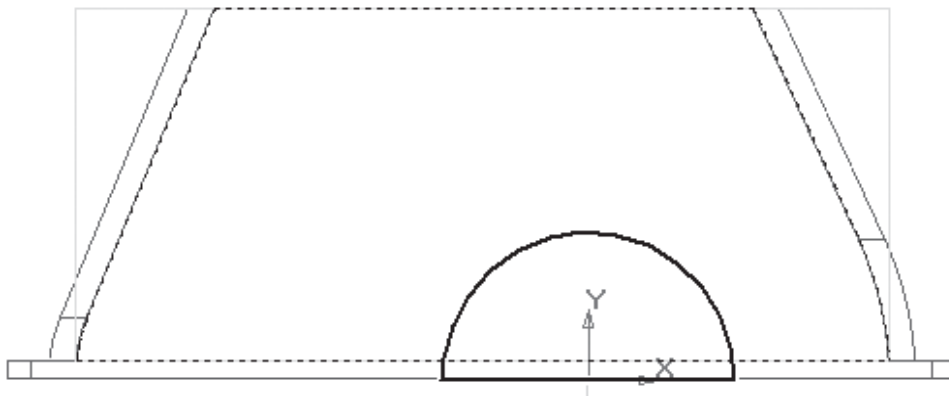

Рисунок 6.6 – Ескіз формування кришки
10. Наступним кроком в побудові моделі корпусу буде створення місць кріплення кришок підшипників. Відстань від зовнішньої поверхні бічної стінки редуктора до опорної поверхні, на яку лягає торець кришки підшипника, складає 40 мм. Створіть площину, зміщену назовні від корпусу редуктора, віддалену на 40 мм від зовнішньої поверхні корпусу. Створіть на цій площині ескіз, що складається з півкола радіусом 100 мм (радіус кришки підшипника веденого вала) з центром в точці початку координат і відрізка, що з'єднує кінці побудованої дуги (рис. 6.6). Завершіть створення ескіза.